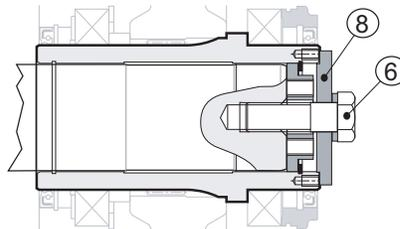

Fig. 16
Sustituir la barra (pos. 4) con el tornillo (pos. 6), apretándolo a fondo, aplicando una fuerza como se indica en la Tabla 4: Pares de apriete (p. 19), utilizando además un fijador de roscas medio (ver Fig. 16 (p. 26)).